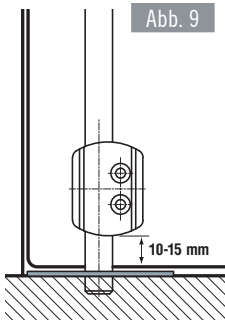

Abb. 9
7. Stangenführung an der unteren Türblattkante festschrauben (1x Stangenführung, 2x Senkkopfschraube für Stangenführung Ø 4,2 x 50mm). Vorbohrung mit Ø 3mm Holzbohrer durchführen. Bohrung im Fußboden durchführen min. 35mm Tiefe (Ø 16mm Holz-, oder Betonbohrer). Bodenblech mit Senkkopfschrauben festschrauben (2x Senkkopfschraube für Schließbleche Ø 4 x 30mm). Vorbohrung mit Ø 3mm Holzbohrer durchführen. Abdeckkappen auf die Senkkopfschrauben der Stangenführung aufsetzen. (Abb. 9)